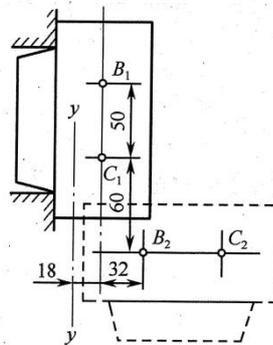

图 1
5. 在图 1 所示为加热炉炉门的启闭机构，点 $B_1(B_2)$ 、 $C_1(C_2)$ 为炉门上的两铰链副中心。炉门打开后成水平位置时，要求炉门的热面朝下。固定铰链中心 A 、 D 应位于 y - y 轴线上，其相互位置的尺寸如图 1 所示，试设计此四杆机构。